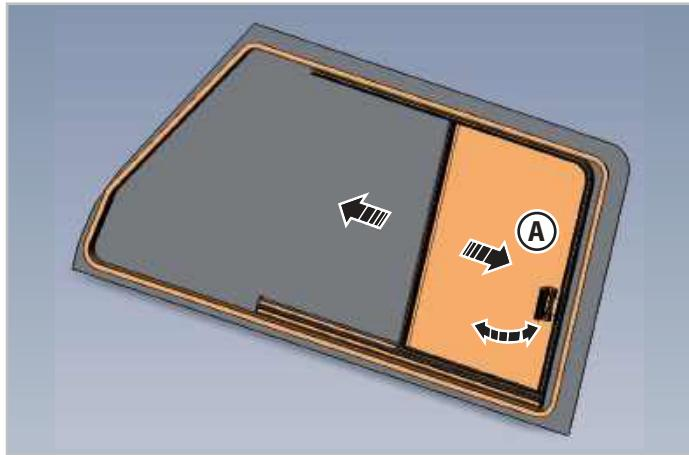

Fig.3.2 - Baie coulissante côté passager
1. Appuyer sur le crochet de la poignée arrière (**A** - Fig.3.2) et libérer celle-ci du dispositif de retenue pour débloquer la baie.
2. Tirer la poignée (**A** - Fig.3.2) en ouvrant la baie jusqu'à la position souhaitée.
1. Tirer la poignée (**A** - Fig.3.2) en ramenant la vitre en position fermée jusqu'à ce que la poignée soit complètement accrochée au dispositif de retenue.